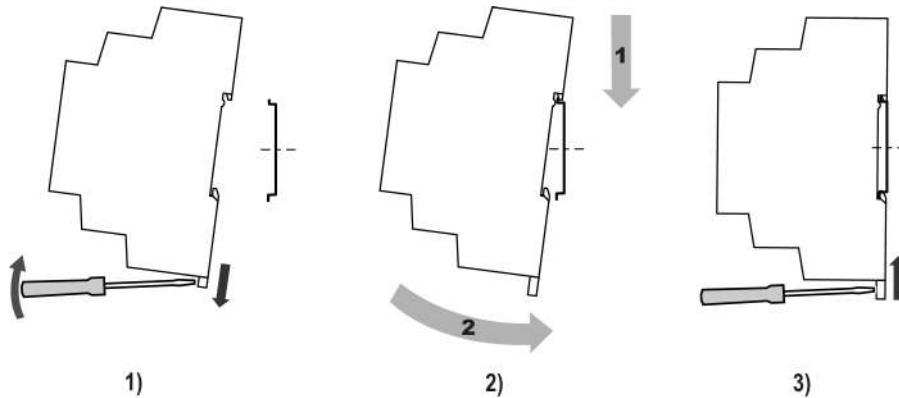

Рисунок 5.2 – Установка прибора
- Вставив отвертку в проушину, оттянуть защелку (см. рисунок 5.2, 1). Прибор установить на DIN-рейку.
- Прибор прижать к DIN-рейке (см. рисунок 5.2, 2, стрелки 1 и 2). Отверткой вернуть защелку в исходное положение.